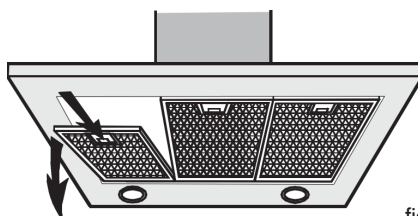

fig.3
- Pour que l'appareil fonctionne correctement, les fenêtres de la cuisine doivent rester fermées. Vous pouvez, en revanche, ouvrir une fenêtre dans une pièce adjacente (fig. 3).
2. Poussez les arrêts vers l'intérieur de la hotte et tirez les filtres vers le bas (fig. 3).
2. Retirez les filtres métalliques (fig. 3).